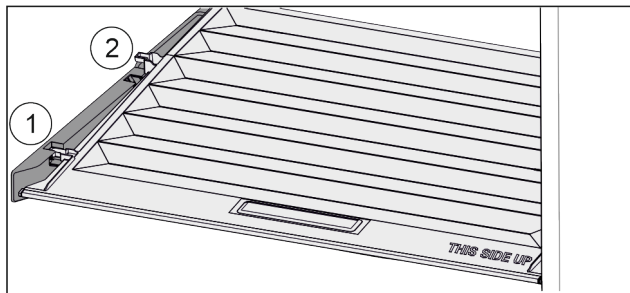

Fig. 157
- ▶ Trekk dekslet til åpningen i holdedelene fremover Fig. 157 (1).
- ▶ Løft ut nede bak og ta opp og ut Fig. 157 (2).